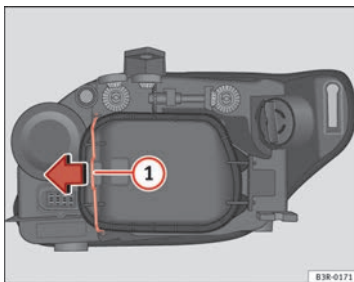

Abb. 197 Standlicht (Fahrzeuginnenseite)
- Den Spanner ⇒ Abb. 197 ① in Pfeilrichtung bewegen und den Deckel abnehmen, indem zuerst die Seite des Spanners und danach die beiden Laschen des anderen Endes des Deckels abgenommen werden.